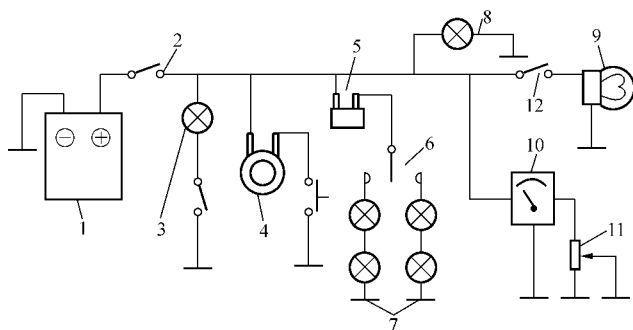

图 1-2 摩托车电路连接方法
(7) 所有的接线在车头前大灯内汇总。摩托车由于整车电路总开关（点火开关）和其他用途的开关都在车头，所以整车所有的电路都在车头前大灯壳内汇总（个别的在车头部位），然后通向各个用电器，这样，所有的电路故障都可以在前大灯壳内汇总处进行检查，然后再具体检查各个分支电路。
(8) 各用电装置的开关均串联连接在电路中。凡是用电设备的开关都为串联连接，因它们在工作当中可单独工作。如转向开关、喇叭按钮、闪光器、大灯开关等均为串联连接。除闪光器、制动开关、大灯开关串联在电源开关外，空挡灯开关和喇叭开关一般控制在搭铁回路中。摩托车电路连接方法如图 1-2 所示。
(9) 发电机的输出导线。黄色或红/黄线为照明系统的电源线，它输出后经插接件并联整流器后，进入大灯总开关；白色线或红/白线为整流部分的电源线，它输出后经插接件串联整流器，